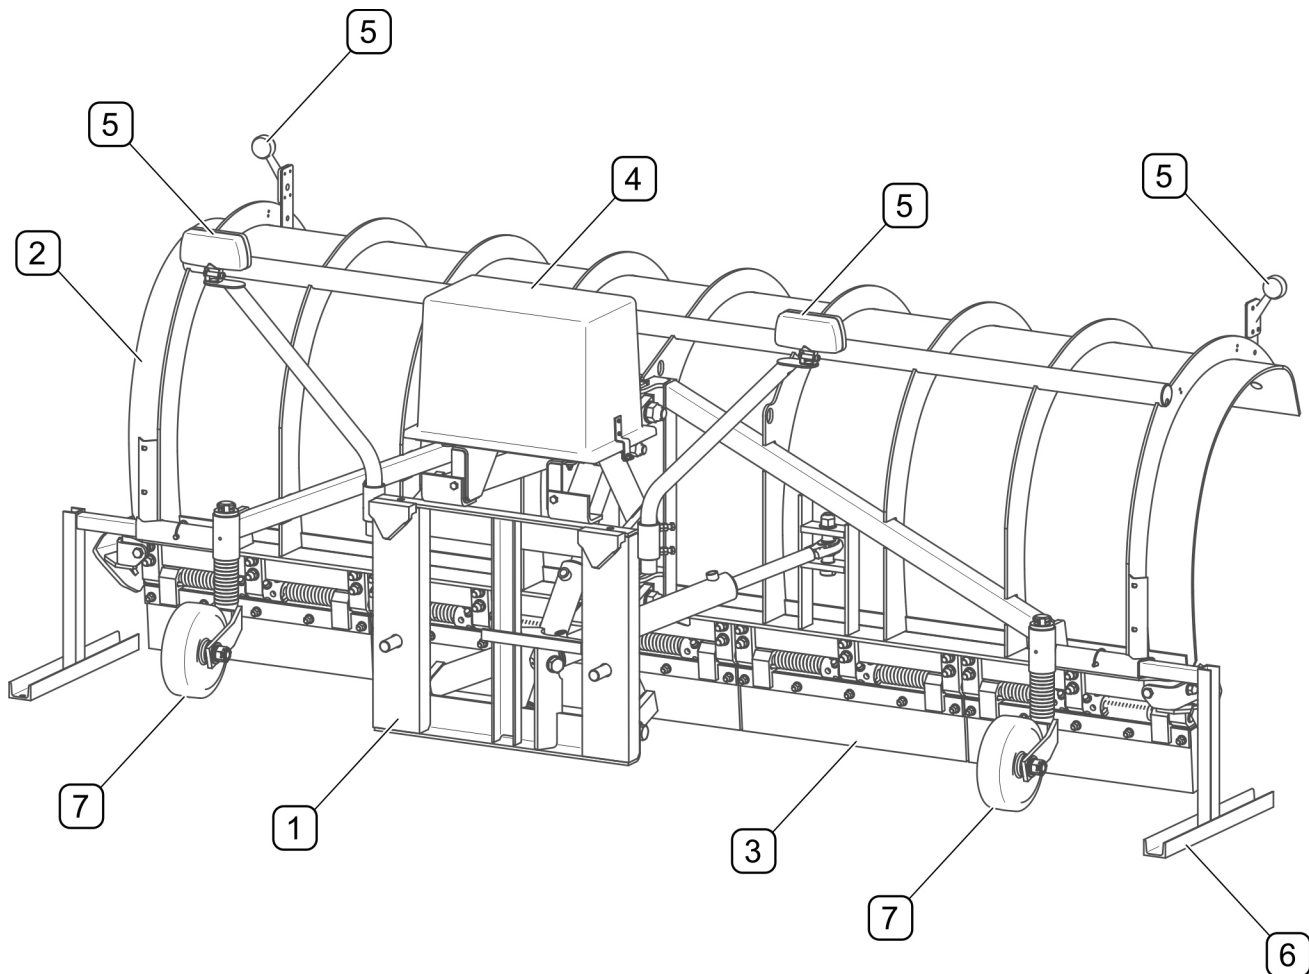

BILD 3.2 Aufbau allgemein (elektrohydraulische Steuerung)
(1) - Aufhängungssystem; (2) - Strichblech; (3) - Strichschienen; (4) - elektrohydraulische Energieversorgung; (5) - elektrische Beleuchtungsanlage; (6) - Abstellstützen; (7) - Laufräder (optional)
Die Pflüge PU-S25H / PU-S32H / PU-S35H (BILD 3.2) haben ein mittig am Stahlrahmen befestigtes Strichblech (2). Die Gummi- bzw. Metallstreichschienen (3) (je nach Ausstattung) sind unterhalb des Strichbleches montiert. Als Option kann der Pflug mit gefederten Strichschienen ausgestattet werden, die beim Auftreffen auf ein Hindernis ausschwenken und mittels Federung in ihre Arbeitsstellung zurückgeführt werden können. Während der Arbeit ruht der Pflug auf zwei höhenverstellbaren Laufrädern (7) auf dem Boden. Das Aufhängesystem (1) ermöglicht die Verbindung des Pfluges mit den Trägern, die mit einer Frontanbauplatte Typ A oder B nach DIN 76060 (je nach Pflugmodell) ausgestattet sind. Die Abstellstützen (6) dienen zur Abstützung des Pfluges, während er vom Maschinenträger getrennt ist.